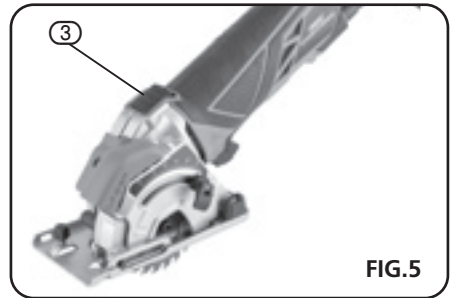

FIG.5
9.2 RELEASING THE PLUNGE STOP - FIG.5